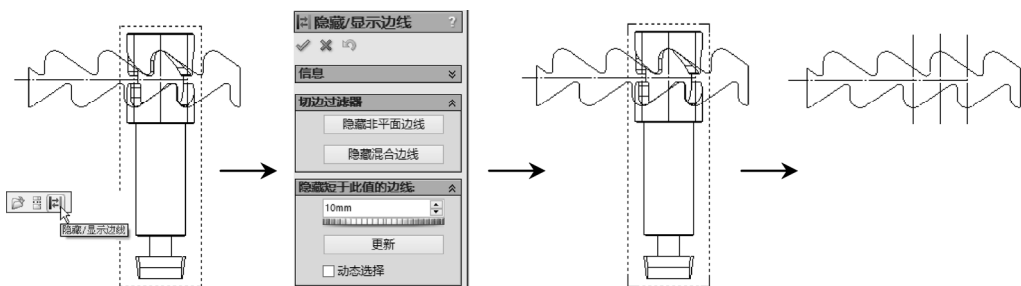

图 7-116 隐藏视图边线
STEP 7 单击 **STEP 6** 操作后的视图,在弹出的快捷工具栏中单击“隐藏/显示边线”按钮,打开“隐藏/显示边线”属性管理器,框选此视图中的所有边线,单击“确定”按钮,将所有边线隐藏,如图 7-116 所示。